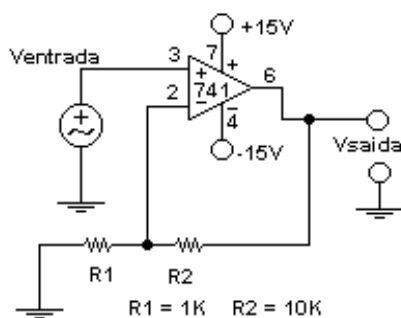

Figura 38
13.2.1 – Monte o circuito da figura 38 e calcule o ganho: